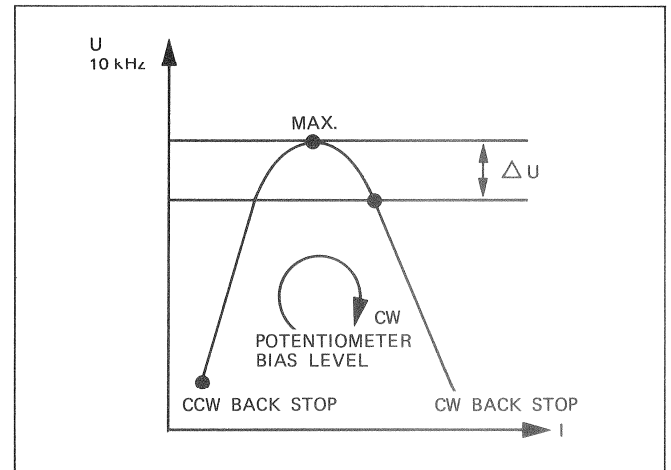

Fig.5.17
Bei der Vormagnetisierungseinstellung wird der HF-Strom (bei konstantem NF-Signal) soweit ueber das Empfindlichkeits-Maximum des entsprechenden Bandes erhoehrt, bis die NF-Ausgangsspannung um einen bestimmten Betrag, (ΔU) abgesunken ist. -> Fig. 5.17
-> Fig.5.17
Einschub RECORD AMP., CH1: -> Fig.5.17 vom linken Anschlag {CCW BACK STOP} im Uhrzeigersinn {CW} aufdrehen, bis die Maxianzeige {MAX.} am Tonfrequenz-Millivoltmeter erreicht ist (=Empfindlichkeits-Maximum des Tonbandes). Den Regler im Uhrzeigersinn {CW} weiterdrehen, bis die Anzeige am Millivoltmeter um -5dB gesunken ist.